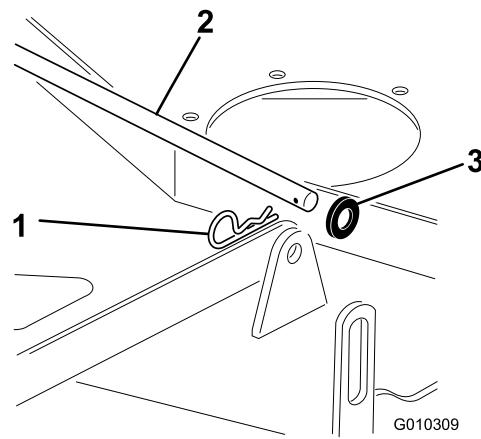

Figura 69
8. Instale la varilla de acoplamiento larga por la pletina de suspensión y la carcasa. Sujeta la varilla de acoplamiento con los pasadores de horquilla y las arandelas que retiró anteriormente (Figura 69).